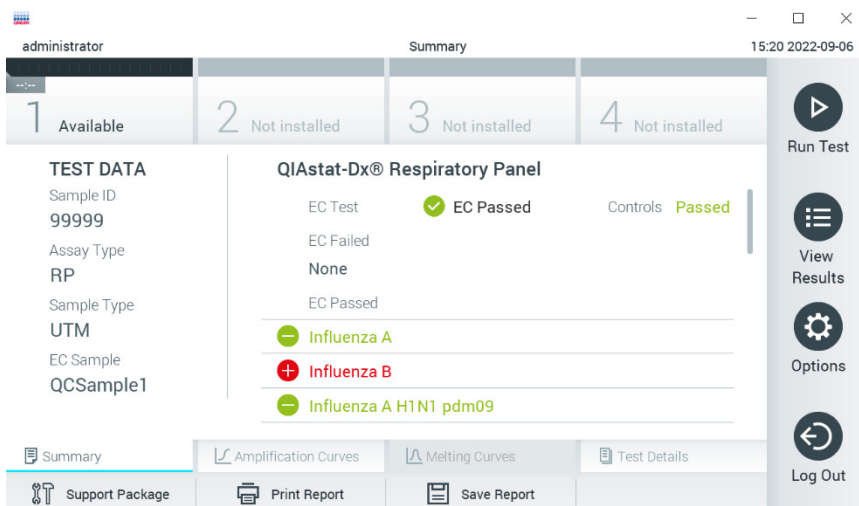

Bild 97. Skärmen EC-resultatsammanfattning.
12. När QIAstat-Dx-analyskassetten har matats ut visas skärmen Results Summary (Resultatsammanfattning) (bild 97). Se avsnitt 8.3 för ytterligare information.